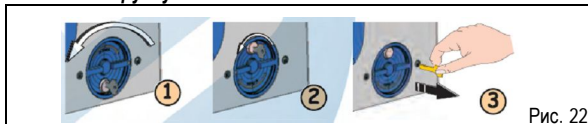

Рис. 22
- Повернуть рукоятку отпирания механизма на 180° против часовой стрелки, как показано на рис. 22, поз. 1.
- Ключ отпирания механизма повернуть по часовой стрелке до упора (рис. 22, поз. 2) и вытащить из замочной скважины (рис. 22, поз. 3).